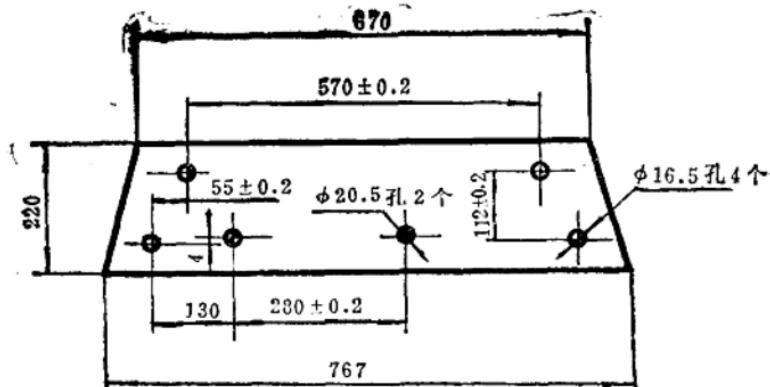

图2 二半前梁紧固专用铁板
2. 将二个完好的半侧前梁（一个左侧，一个右侧），用六个固定螺丝紧固在20毫米厚专用的铁板上（见图2）。此时应注意：
①前梁上平面要緊贴在专用铁板平面上，以保证焊后的平面性。